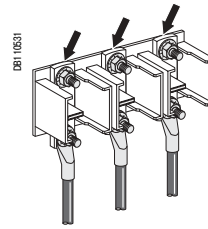

Рис. 22. Подключение силовых кабелей к контактным выводам
- К контактным выводам (рис. 22).